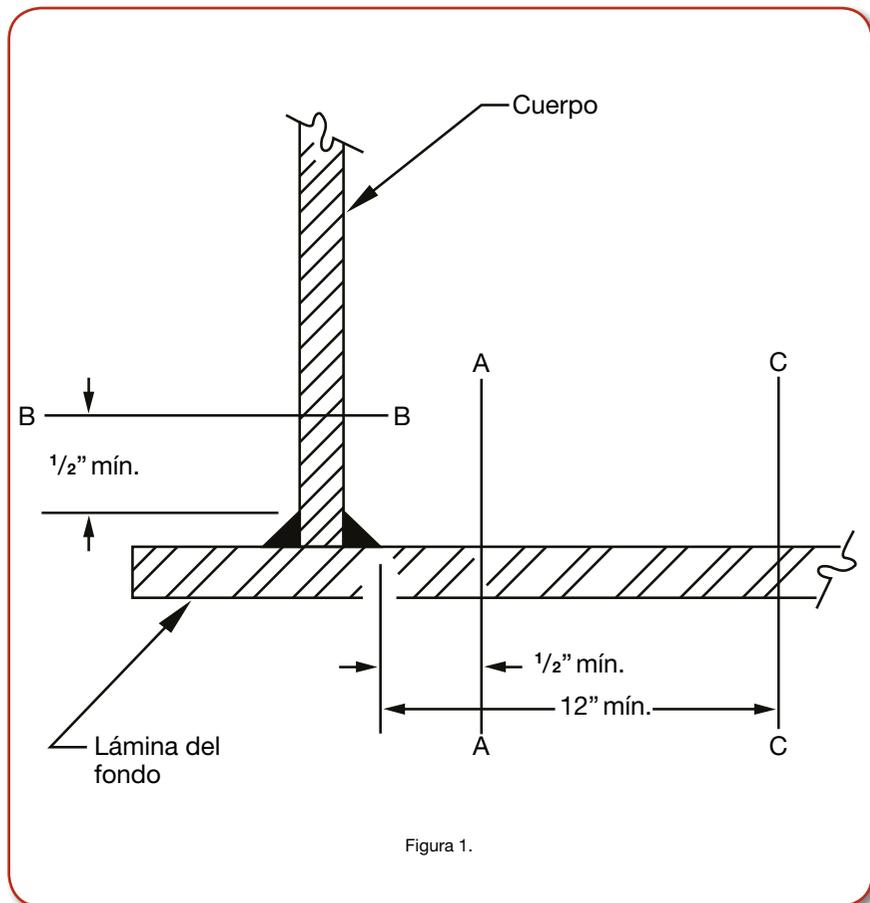

Figura 1.
- a) Se podrán cortar las láminas del cuerpo del tanque a lo largo de la línea A-A y de la B-B como se muestra en la figura 1, desechando las soldaduras y la lámina del fondo, unidas al cuerpo.
Luego se cortará el cuerpo desde la lámina del fondo a lo largo de la línea B-B como se muestra en la figura 1. La soldadura de unión existente de cuerpo a fondo no se reutilizará, a menos que se vuelva a utilizar estando intacto todo el fondo.